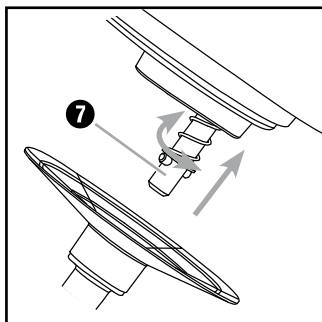

Fig. 1 Montarea accesoriilor
4) Montați, în funcție de cerință, cârligul de frământat **10**, telul **11** sau paleta de amestecare **12** pe arborele de antrenare **7** (Fig. 1):